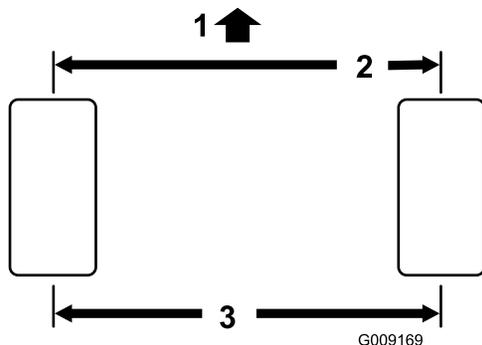

図 56
2. 後輪の前と後ろで、左右のタイヤの中央線間距離を測るアクスルの高さ位置で計測 図 56。